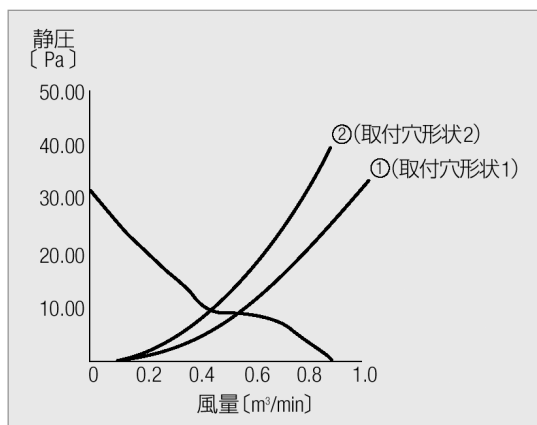
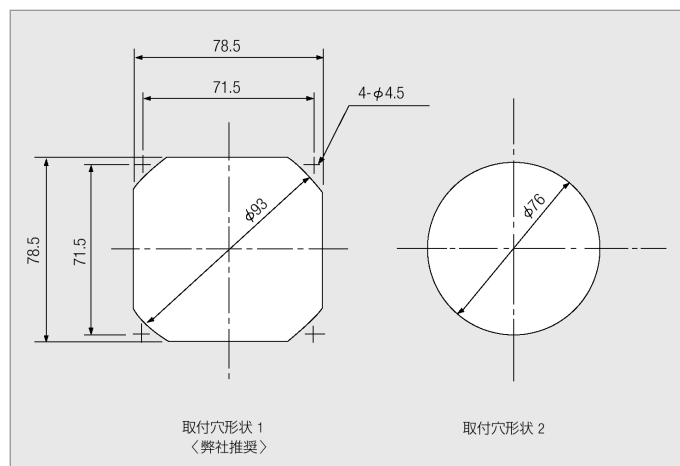

図1 装置圧損と送風性能の関係
図2 取付穴形状
ファンを取付ける時の取付穴形状によっても騒音や風量が変化します。実際にファンを電源に組込んで、取付穴形状だけを変化させて風量と騒音を測った結果を図1に示します。図2は取付穴形状を示し、取付穴形状1は弊社推奨の形状で、取付穴形状2はファンの外形寸法よりやや小さめに単純に円形にくり抜いた形状です。送風性能は、弊社推奨の取付穴形状1（図中①）の方が取付穴形状2（図中②）よりも圧力損失が小さく、風量も約10%多いことがわかります。そのほか、フィンガードの形状や部品配置によっても騒音や風量は変化しますので、できるかぎり風の妨げにならないような構造にすることが大切です。